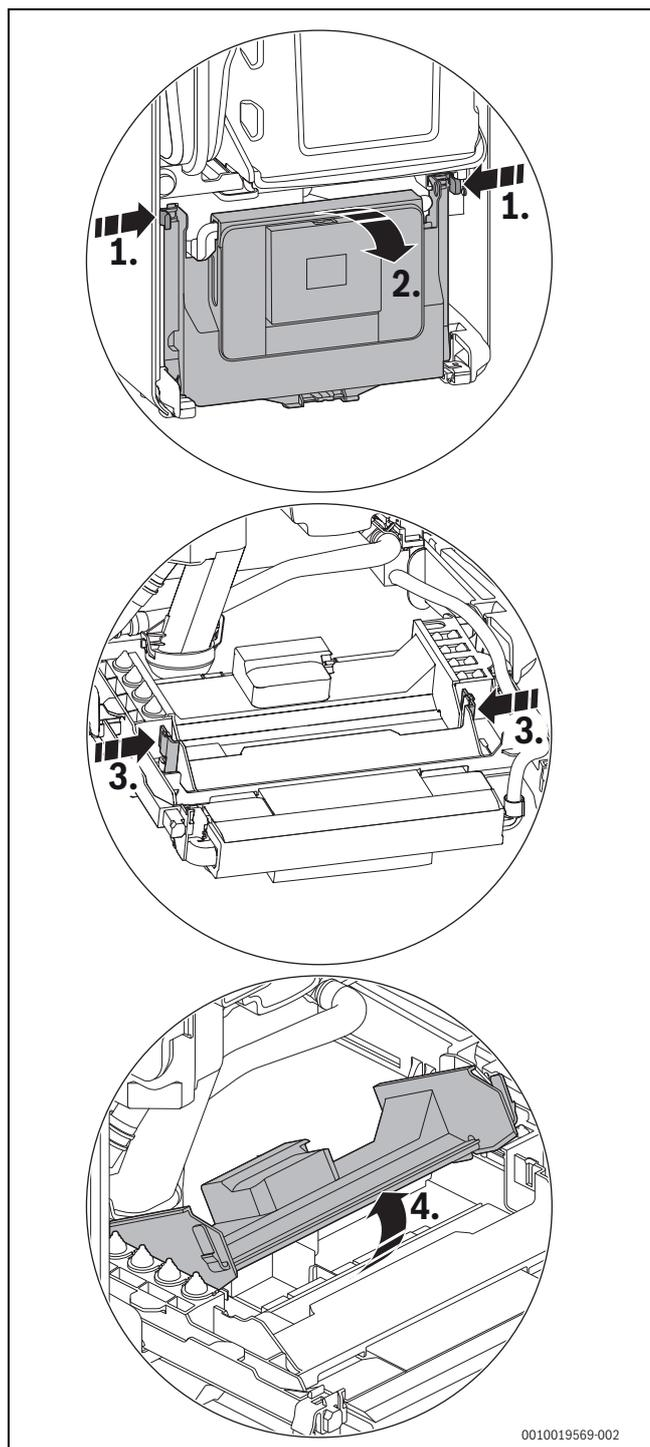

Fig. 79 Ouvrir le cache
► Rabattre l'appareil de commande (→ Figure 79, page 44).